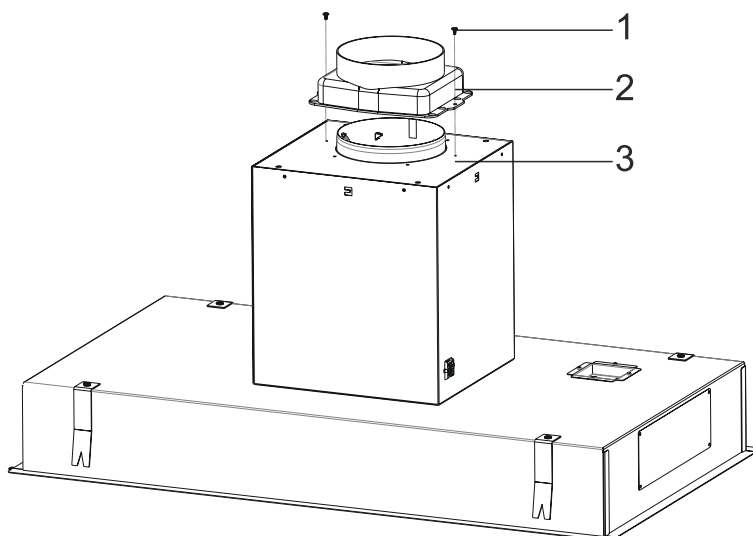

Fig. 7
1. ▶ Montera Ø150mm utsugsadapter med returspjäll på motorkabinettet med 2 x 3,5x9,5 skruvar (Fig. 7).